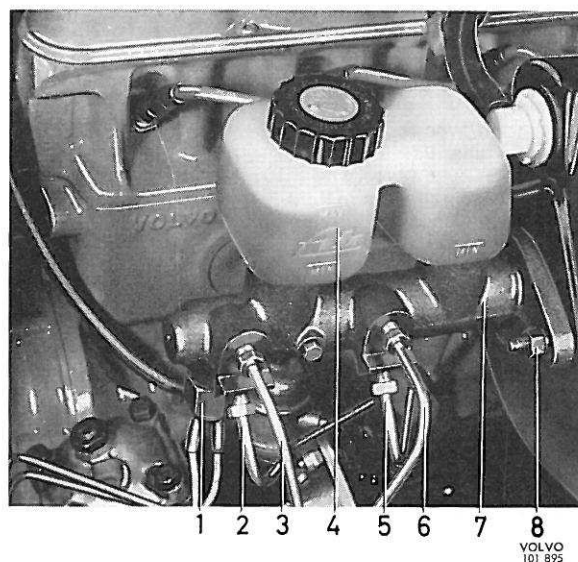

Figure 59. Maître-cylindre (sans soupape d'avertissement)
4. Reconnecter toutes les canalisations. Voir figures 59 à 61 qui représentent les circuits de freinage respectivement avec et sans soupape d'avertissement.